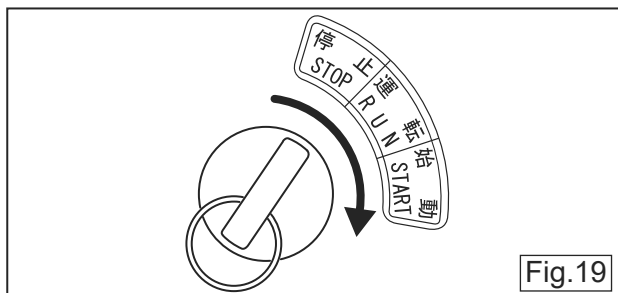

Fig.19
6.1 Tournez la clé un peu plus jusqu'à la position « DÉMARRAGE » pour démarrer le moteur. Quand le moteur a démarré, lâchez la clé. (Fig.19)